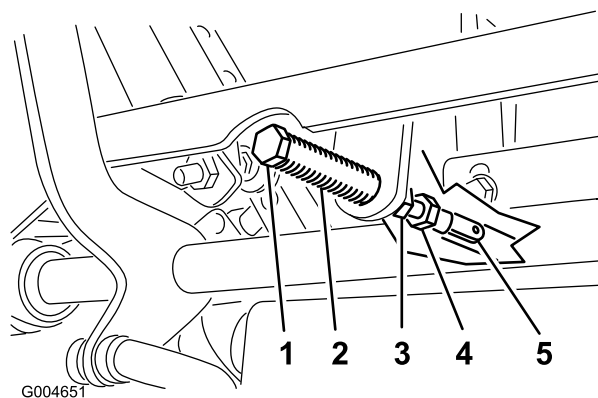

Рисунок 40
5. Потяните рычаг назад так, чтобы шплинтуемый штифт (на рычаге над осью поворота) вошел в контакт с концом паза (только начал надавливать на пружину), как показано на Рисунок 40.
7. Если требуется регулировка, ослабьте гайку и контргайку, прижимающую рычаг к вилке (Рисунок 40).
8. Слегка надавив в направлении назад на рычаг управления движением, поверните головку регулировочного болта в соответствующем направлении так, чтобы рычаг управления расположился по центру в НЕЙТРАЛЬНОМ ФИКСИРОВАННОМ положении (Рисунок 40).
9. Затяните гайку и контргайку (Рисунок 40).
10. Затяните контргайки в месте расположения шаровых шарниров (Рисунок 40).